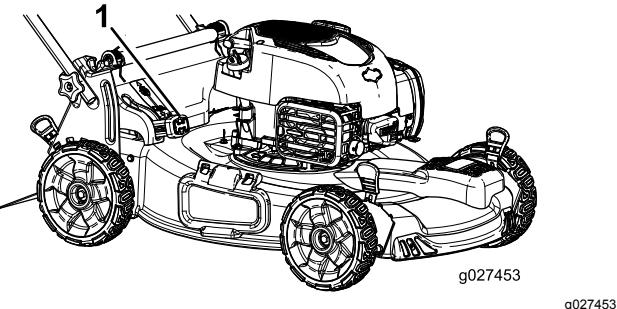

図 16
- 集草しながらの刈り込みをしたい場合には、レバーの頭部にあるボタンを押し込んでレバーを前に倒します。ボタンが飛び出して来ればセット完了です図 16。